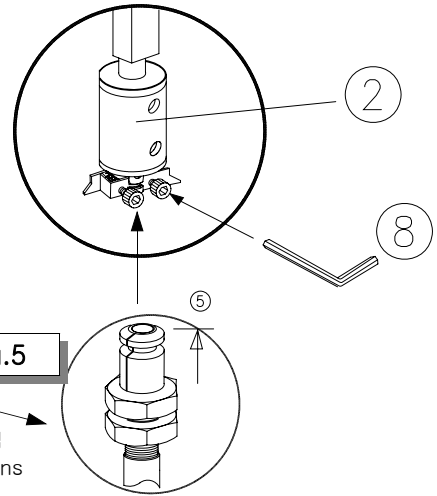

Fig.5
a. Hold the valve shaft with soft jaw plier and install the ATI end-piece⑥ by turning to the right until the shaft end appear on top of the piece.
샤프트를 부드러운 프라이어로 단단히 잡고 꼭지⑥를 오른쪽으로 돌려 샤프트 끝이 꼭지 상단(Fig.5)에 올 때까지 조인다.